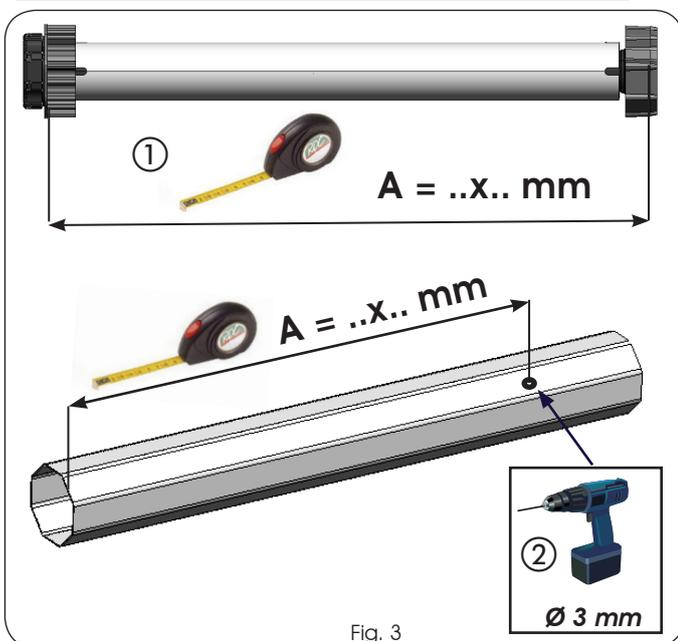

Fig. 3
- 1) Mesurer la cote A sur le moteur tubulaire d'après les indications fournies dans la figure 3 réf. ①.
- 2) Réaliser un trou avec un foret  $\varnothing 3\text{mm}$  sur le rouleau (Fig. 3 réf. ②) à la distance A, mesurée précédemment sur le moteur tubulaire (Fig. 3 réf. ①).